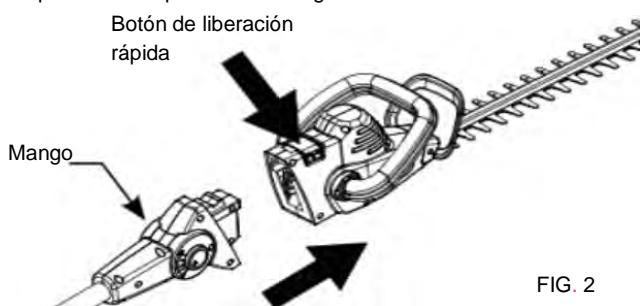

FIG. 2
2. Introduzca el tubo telescopico en el cabezal de corte del cortasetos de tubo. (Fig. 2) Presione el botón de liberación rápida hasta la posición de asegurado.